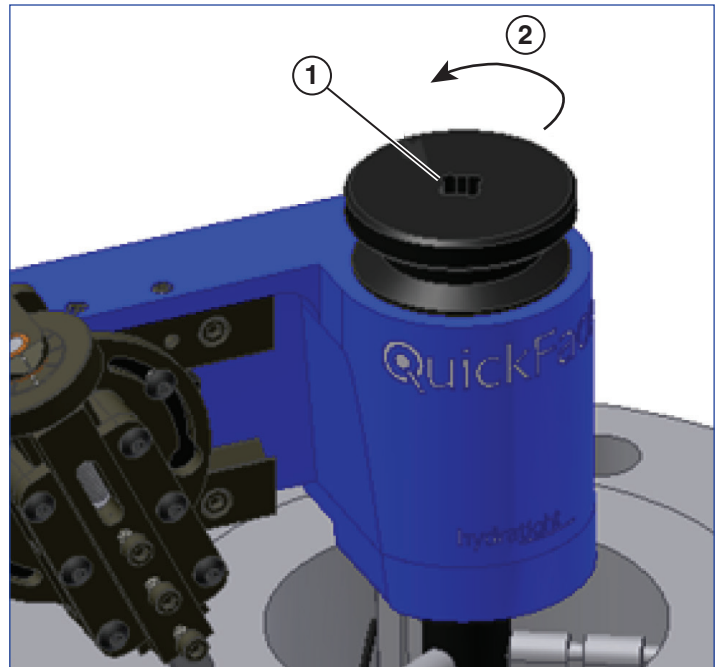

Figure 15
11. Si la surface est conforme aux résultats escomptés, enlever la machine en tournant la poignée de blocage du mandrin dans le sens anti-horaire (voir figure 15). Si la surface doit être à nouveau coupée, répéter les étapes 4 à 11 jusqu'à obtenir le résultat prévu.